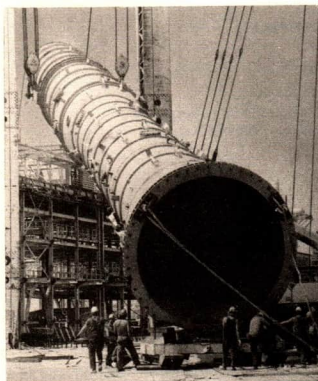

Abb. 12 Montage eines Reaktionsapparats für die Ammoniaksynthese
Reaktionsapparat. Die Synthese wird in Hochdruckapparaten durchgeführt. Es sind senkrecht stehende Reaktoren, die aus einem Hochdruckmantel aus Stahl und dem Reaktoreinsatz mit dem Eisenoxidkontakt und dem Wärmeaustauscher bestehen (Abb. 12 und 13). Die Größe der Reaktionsapparate für die Ammoniaksynthese hat sich in den letzten 50 Jahren vervierfacht. Eine Höhe von über 60 m und ein Durchmesser von mehr als 2 m sind gegenwärtig bei solchen Reaktionsapparaten nicht selten. Auch im VEB Kombinat Agrochemie Piesteritz gibt es eine Anlage mit einer Tagesleistung von etwa 1300 t Ammoniak. Bei solchen Anlagen ist eine intensive Nutzung des Reaktorraums möglich. Die Produktionskosten sinken beim Einsatz einer solchen Großanlage um ein Drittel. Der Automatisierungsgrad liegt bei Anlagen dieser Größe heute schon bei etwa 90%.
- ① Erläutern Sie die technische Durchführung der Ammoniaksynthese unter ökonomischem Gesichtspunkt!
- ② Erläutern Sie den Bau und die Arbeitsweise des Ammoniak-Kontaktapparats (↗ Abb. 12 und 13, S. 29).